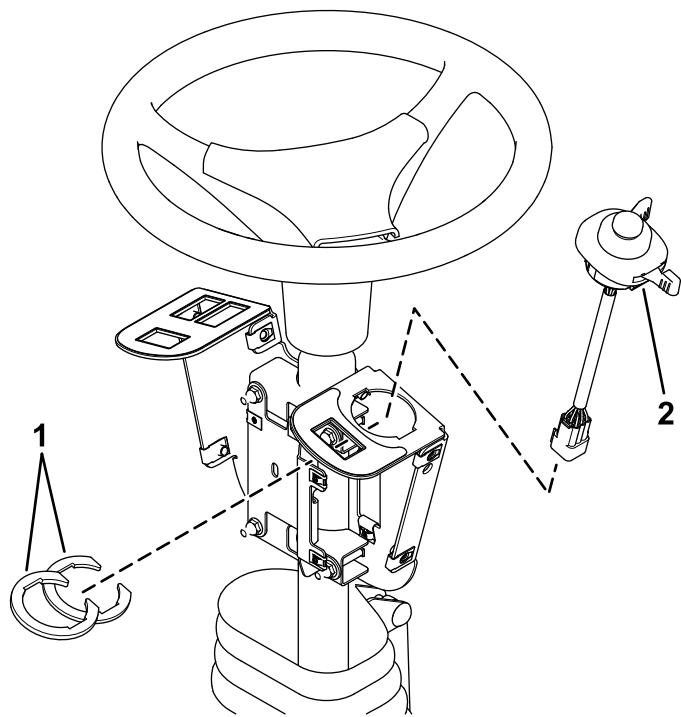

Figura 4
2. Instale el interruptor multifunción en el soporte de los interruptores y fíjelo con los clips del interruptor debajo del hueco del interruptor (Figura 4).